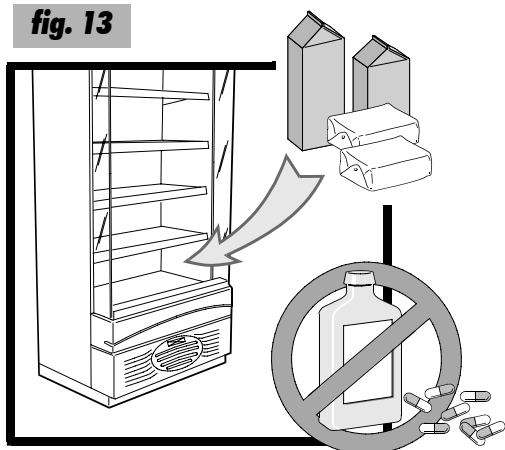

fig. 14
- usare le tende notte (optional) durante le ore di chiusura (fig. 14): eviterete inutili consumi di energia ottenendo nel contempo una migliore conservazione dei prodotti esposti;